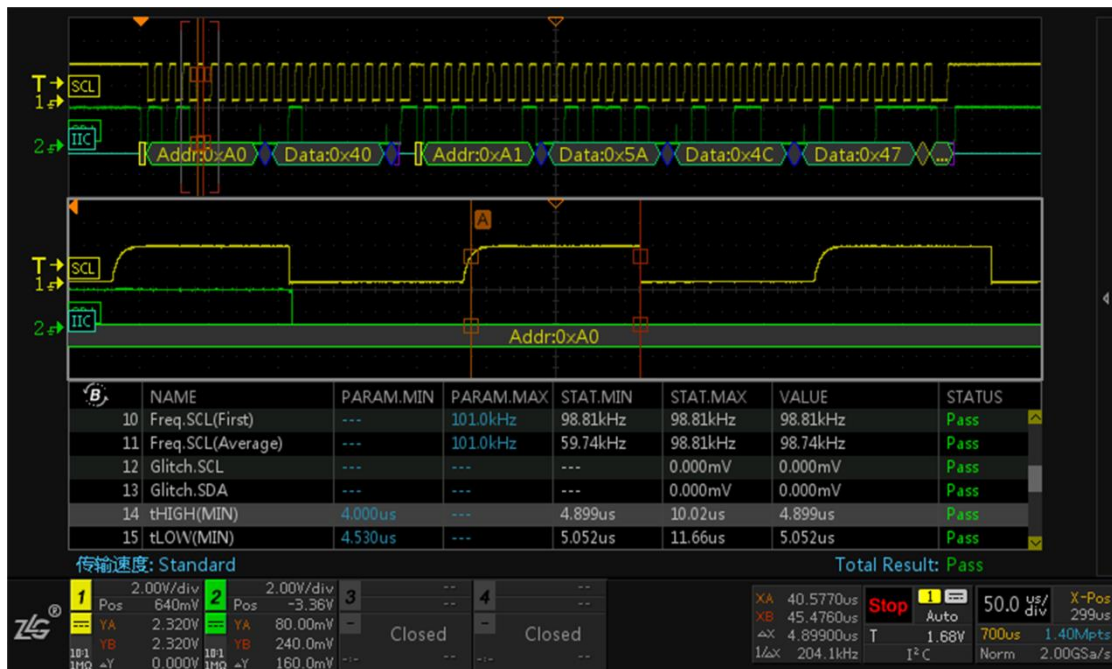

图 2.12 数据分析
- 在测试列表中旋转旋钮 B 可查看测试表中的参数测试结果，需要查看某一项参数测试细节可通过旋钮 B 选中后短按旋钮 B，此时屏幕中的缩放窗口将跳转至所选数据的测试部位，如图 2.12 所示。